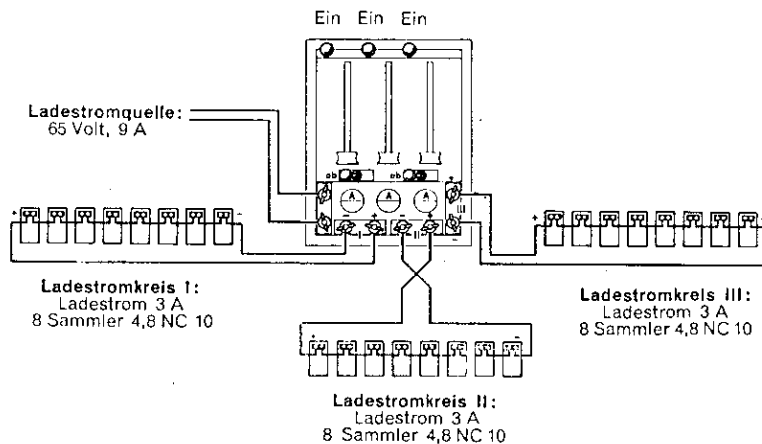

Abb. 61
1. Drei Stromkreise¹⁾, jeder bis zu 3 A belastbar (Abb. 61).